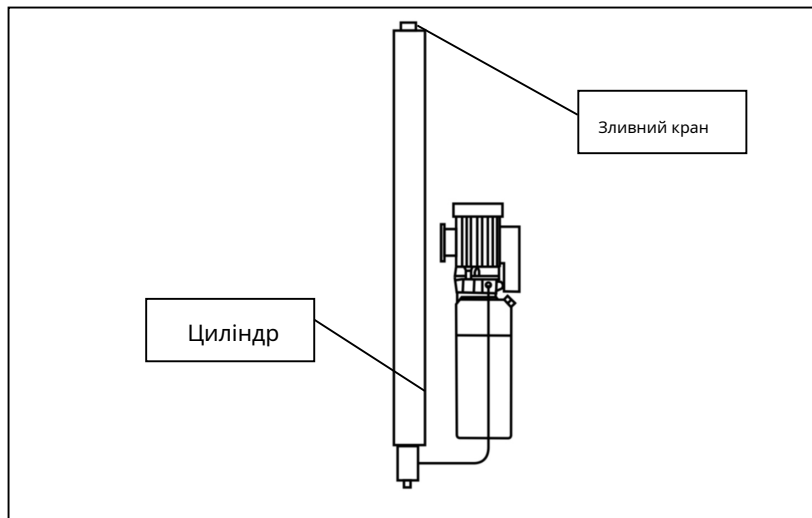

Рис.13
**Випуск повітря.** Коли каретка повзе та хитається під час підйому, необхідно випустити повітря з циліндра. Підніміть каретки приблизно на 600 мм, послабте зливний кран у верхній частині циліндра на два оберти (див. рис. 13). Якщо витікає олива, затягніть зливний кран. (Окрім FC85) .